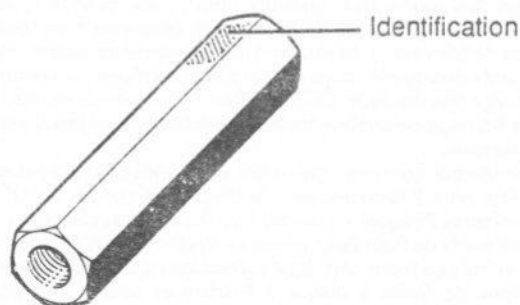

Fig. 13.101 Position de la lettre d'identification sur les compensateurs de frein arrière – modèles 1,9 GTI (Sec 17)
- 60 Les éléments modifiés sont identifiés par la lettre sur le corps – voir Fig. 13.101. Les pièces plus anciennes sont identifiées par la lettre 'F' alors que les pièces récentes portent la lettre 'E'.